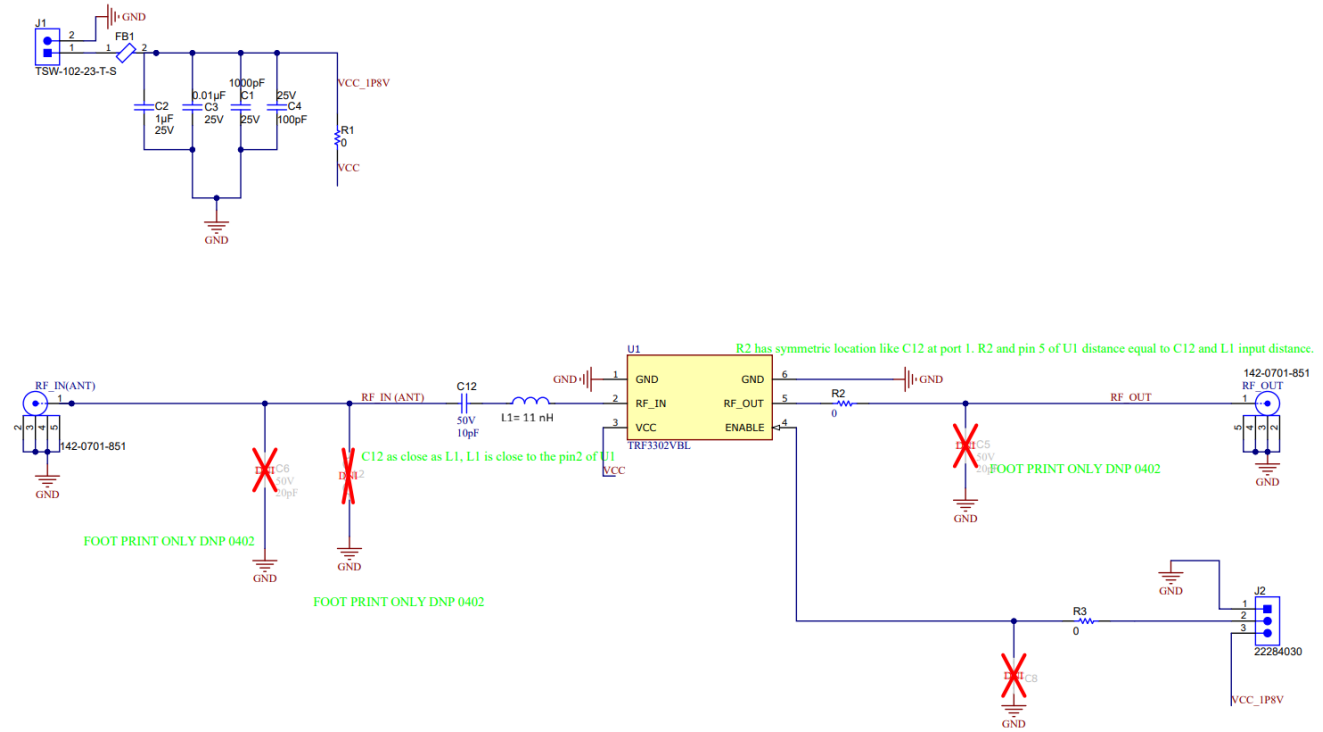

图 3-2. TRF3302EVM L2/L5 频段原理图
3. EVM 套件还提供了另外三个 L1 = 11nH 电感器来替代 L1 并优化 TRF3302，以支持 1165 至 1320MHz (L2/L5 频段)，如 图 3-2 中所示。